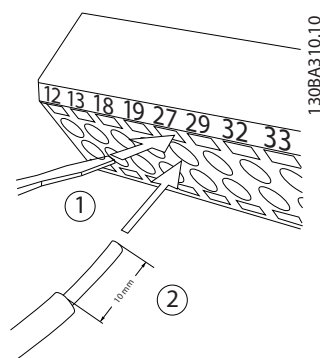

Рисунок 2.13 Подключение элементов управления
1. Разомкните контакт, вставив небольшую отвертку в прорезь, расположенную над или под контактом, как показано на Рисунок 2.13.